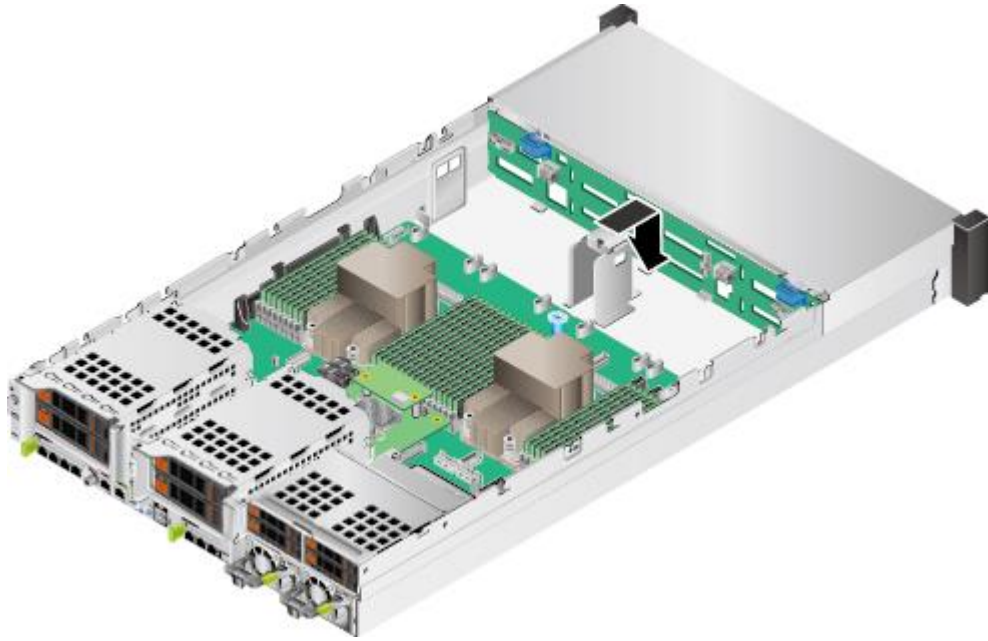

图 5-25 安装硬盘背板
11. 将硬盘背板套在卡钩上，向下移动硬盘背板，直到硬盘背板的锁扣自动锁住无法移动为止，如图 5-25 所示。